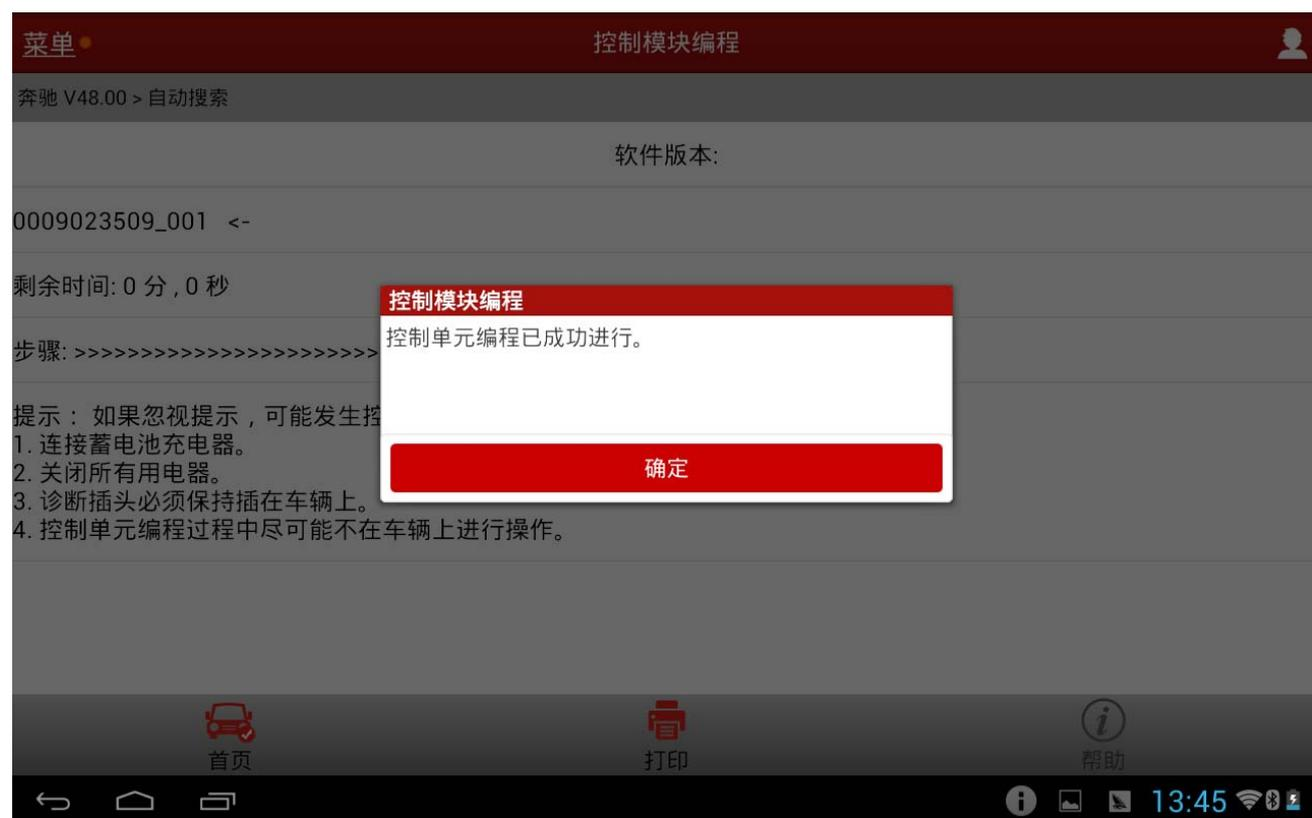

图 8
7). 若整个过程顺利进行, 完成后将提示编程已成功进行(图 8)。